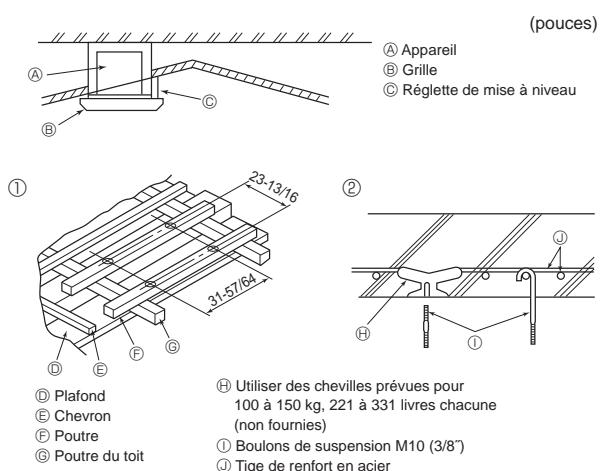

Fig. 2-4
- (G) Orifice prépercé Ø150 mm, Ø 29-32/32 pouces
- (H) Ecartement de l'orifice perforé Ø175 mm, Ø 6-7/8 pouces
- (I) Diagramme de l'orifice d'arrivée d'air frais
- (J) Orifice perforé 3-Ø2,8 mm, Ø 1/8 pouces
- (K) Ecartement de l'orifice perforé Ø125 mm, Ø 4-29/32 pouces
- (L) Orifice prépercé Ø100mm, Ø 3-15/16 pouces
- (M) Plafond
- (N) Figure expliquant comment retirer l'isolant
- (O) Orifice perforé 14-Ø2,8 mm, Ø 1/8 pouce
- (P) Isolant
2.4. Structure de suspension (Construire une structure renforcée à l'endroit de suspension de l'appareil) (Fig. 2-4)